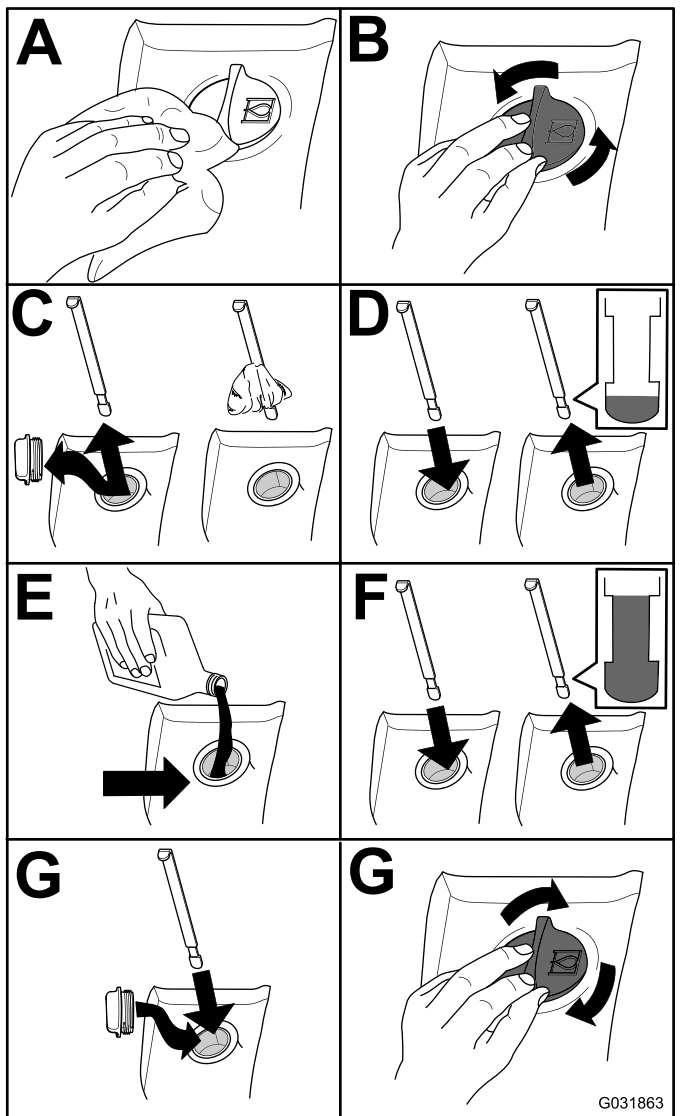

Bild 99
2. Prüfen Sie den Stand des Hydrauliköls (Bild 99).